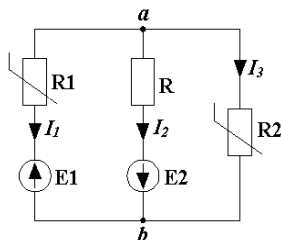
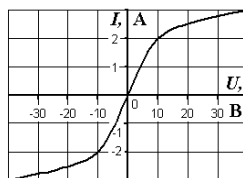

Рис. 2.67
Рис. 2.68
1. Рассчитать значения токов в цепи (рис. 2.67) методом двух узлов, если $E_1 = 30$ В, $E_2 = 35$ В, $R = 5$ Ом. ВАХ одинаковых нелинейных резисторов R_1 и R_2 дана на рис. 2.68.